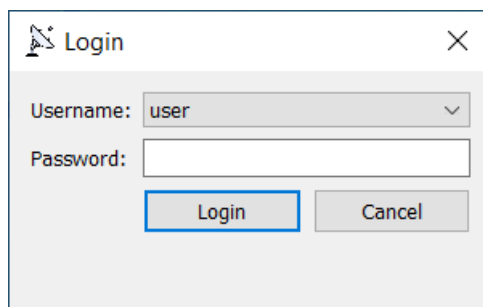

Рисунок 3.11 — Окно авторизации
3.3.2 При запуске Программа предлагает авторизоваться с правами пользователя (*user*) или администратора (*admin*), рисунок 3.11.